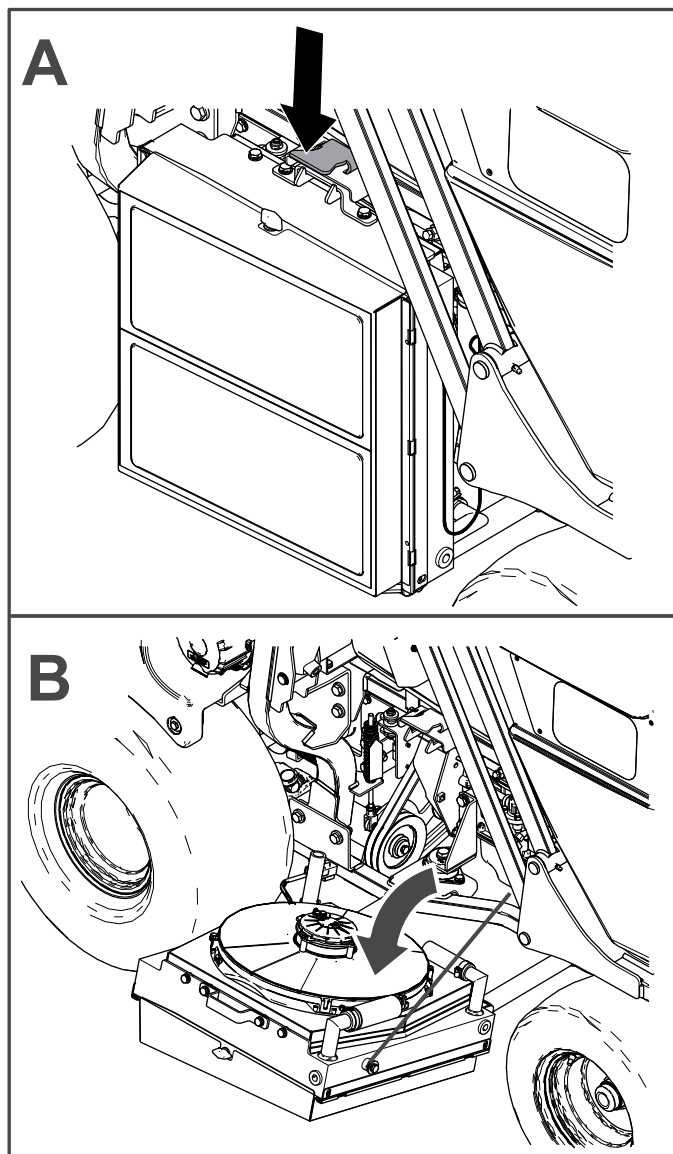

Bild 52
Drücken Sie die Verriegelung nach unten und senken Sie den Kühler ab, um an den Motor zu gelangen (Bild 52).
1. Senken Sie den Kühler ab und prüfen Sie den Motorölstand wie in Bild 52 und Bild 56 dargestellt.